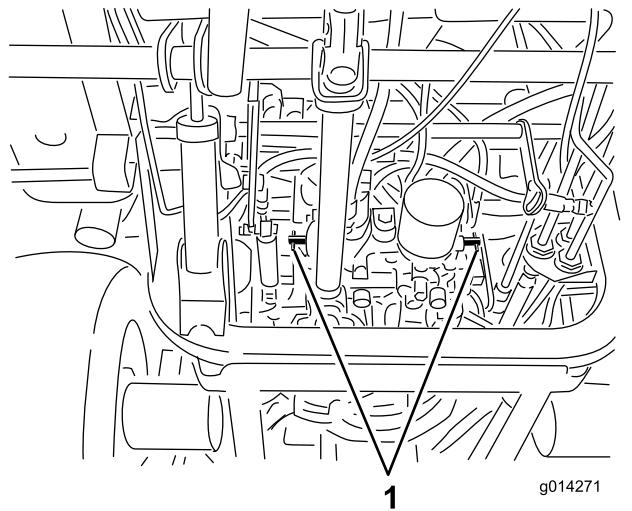

図 63
- 各バイパスバルブを左回りに1回転させる図63。
- 各バイパスバルブを右に回転させて手締めする図63。
- 図63に示すように、バルブを $8\text{N}\cdot\text{m} / 0.8\text{kg}\cdot\text{m} = 71\text{in-lb}$ にトルク締めする。